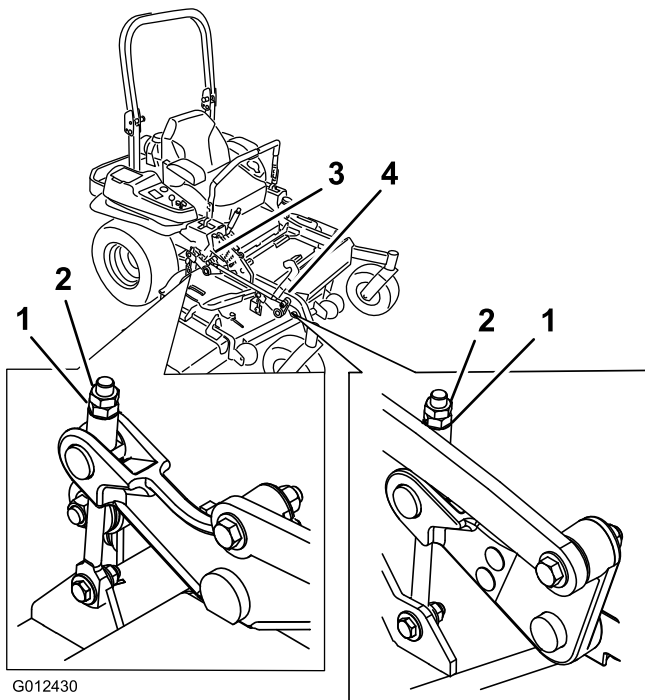

Bild 94
10. Drehen Sie die Einstellmutter am Frontmäherhub, um eine genaue Einstellung zu erreichen (Bild 94).
16. Drehen Sie die Einstellmutter am Frontmähwerkhub, um eine genaue Einstellung zu erreichen (Bild 94).